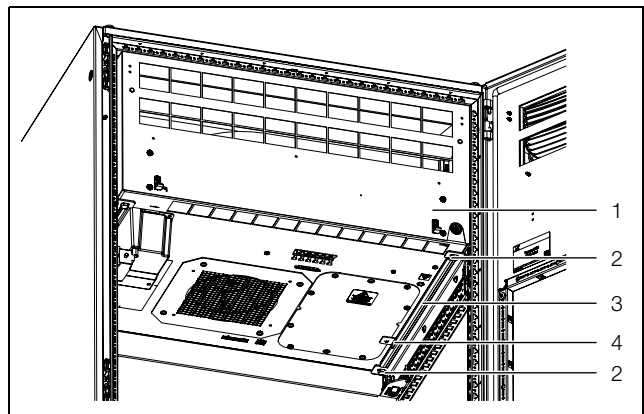

Fig. 27 : fixation du climatiseur
- Desserrer deux vis de fixation à gauche et à droite (fig. 27, pos. 2) qui fixent le climatiseur sur les rails porteurs.